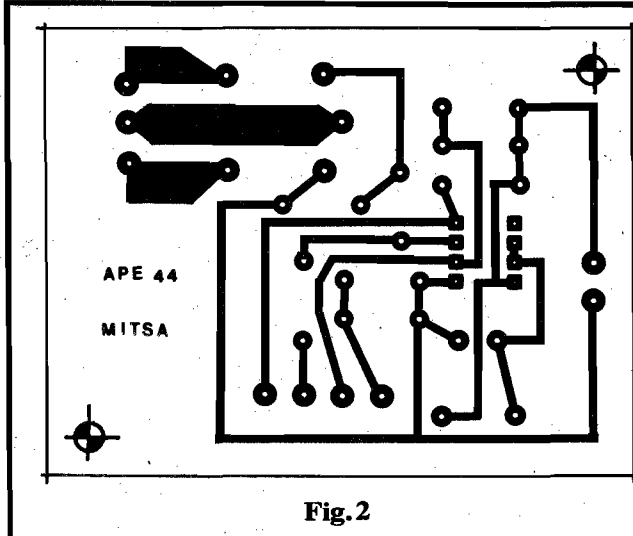

Fig. 2
- FIG. 2 - LAY OUT DO CIRCUITO IMPRESSO ESPECÍFICO - Sem muitos comentários... Simples, "descongestionado" (mas ainda assim tão compacto quanto possível), num desenho fácil de copiar e reproduzir pelas técnicas tradicionais ou avançadas de confecção... Para quem ainda não trabalhou com fibra de vidro, lembramos que toda a sequência de processos é **idêntica** à utilizada para placas de fenolite... Apenas um detalhe final: a furação (devido à natural "dureza" da fibra de vidro...) deve ser feita com brocas especiais, e em máquinas de alta rotação... No mais, todos os cuidados destinados às placas de fenolite **também** devem ser aplicados.
Em alguns casos, será conveniente uma pequena (e simples) modificação no próprio lay out do padrão cobreado/ilhas e pistas, de modo a já acomodar, diretamente sobre a placa, um **trim-pot** para ajuste "calibração" do período do MÓDULO (há espaço para isso, propositalmente "deixado" na placa - rever fig. 2 - canto inferior direito do lay out).